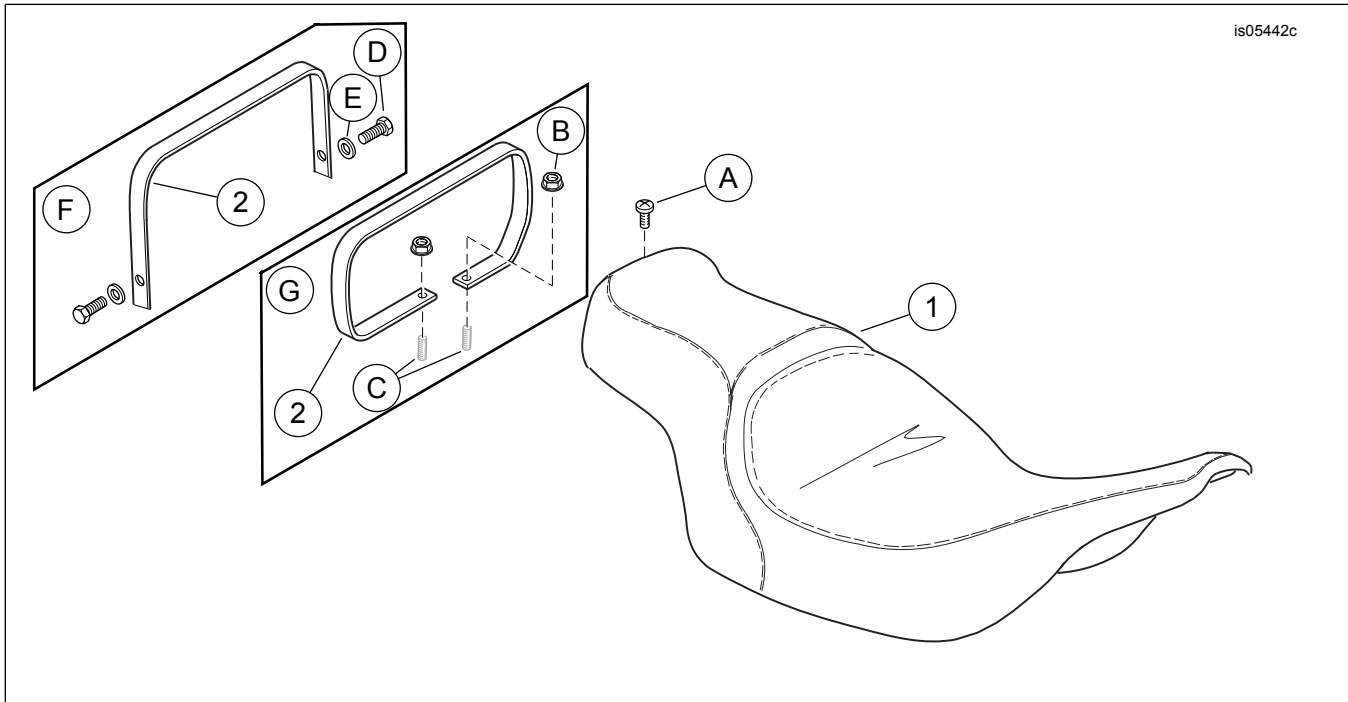

Figura 7. Parti di ricambio: Sella riscaldata
Per il contenuto del kit, vedere Figura 7 e Tabella 1.
1. Vedere Figura 7 Rimuovere vite (D), rondella (E) ed estremità della cinghia di appiglio. Mettere da parte la bulloneria per la successiva installazione.
2. Vedere Figura 7 Rimuovere la vite Phillips con la rondella di sicurezza (A) dalla parte posteriore della sella appena montata. Tirare indietro la sella per staccarla. Conservare la vite
- b. Vedere Figura 7. Installare la vite della cinghia di appiglio (D) e la rondella (E). Serrare.